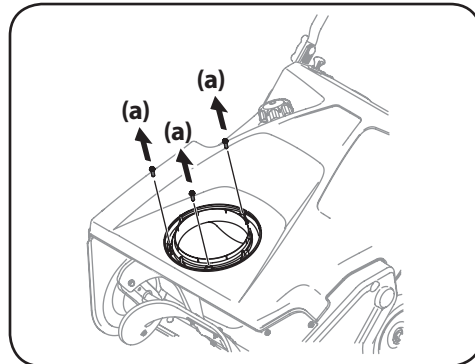

Figura 2-7
2. Extraiga los tornillos de cabeza hexagonal (a) de la base del canal. Consulte la Figura 2-7.